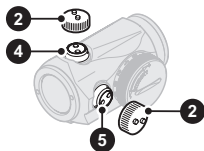

Fig. 2 Retire las tapas
- Abra las tapas de los objetivos (3).
- Haga girar el conmutador giratorio (8) hacia la derecha hasta que el punto rojo tenga una intensidad adecuada para el contraste respecto al blanco.
- Para acceder al tornillo de ajuste de la elevación (4) y al tornillo de ajuste de la deriva (5), retire la tapa de ajuste (2). Consulte la Fig. 2.
- La tapa de ajuste (2) o la herramienta (11C) deben utilizarse para girar los tornillos de ajuste. Coloque las perillas de la tapa de ajuste (2) en los huecos de los tornillos de ajuste (4) y (5).